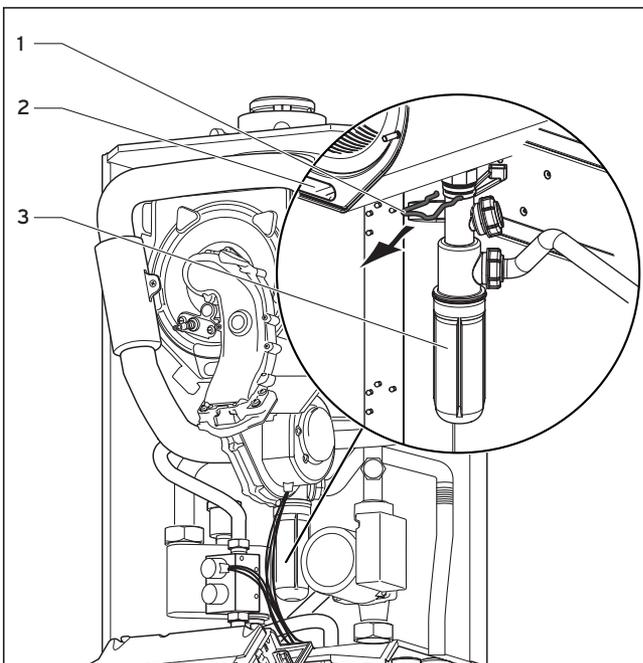

Abb. 7.6 Ausbau des Kondenswassersiphons
Zum Reinigen der Kondenswasserwege (Abb. 7.6) kann der komplette Kondenswassersiphon durch Herausziehen der Klammer (1) abgenommen werden. Danach sind die beiden Kondenswasserablaufstutzen am Wärmetauscher zugänglich. Über die untere Reinigungsöffnung (2) am Wärmetauscher können Schmutzansammlungen im vorderen Kondenswasserablaufbereich entfernt werden. Anschliessend Siphon wieder mit Wasser befüllen.